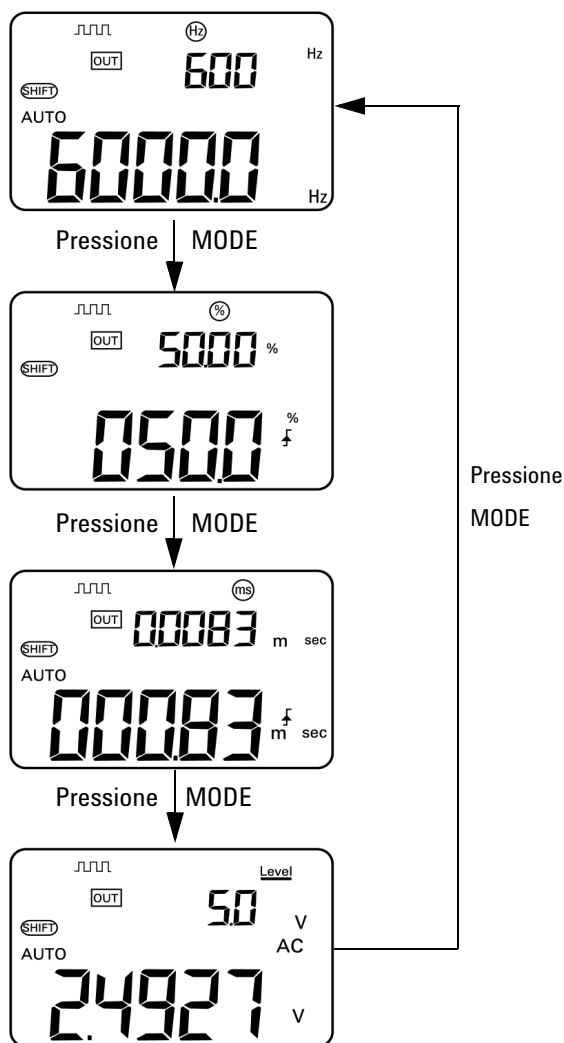

Figura 2-7 Seleção de parâmetros para saída de onda quadrada
- As configurações padrão dos parâmetros são 150 Hz (frequência), 50,00% (ciclo de serviço), 3,3333 ms (largura de pulso) e +5 V (amplitude). Consulte a Figura 2-7.